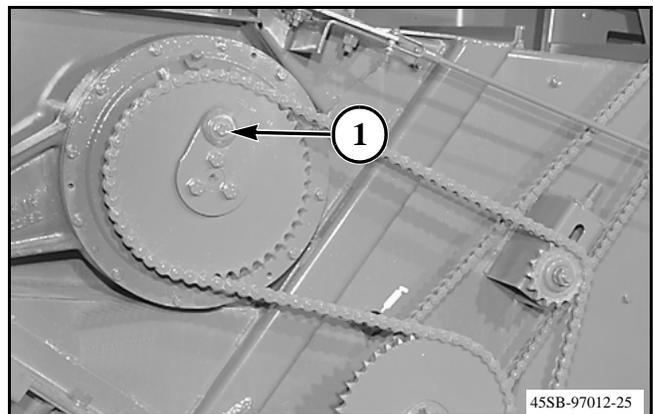

FIG. 30
FIG. 30: El perno de corte de la transmisión de la máquina de relleno y el recolector (1) impulsa los dedos de la máquina de relleno y el equipo recolector. La rueda dentada y el centro de conexión tienen manguitos templados que proporcionan superficies que se cortarán y no se dañarán cuando el perno de corte se rompa. Instale el perno de corte nuevo con la tuerca de bloqueo superior desde el exterior con la tuerca en el interior. La rueda dentada tiene un casquillo de bronce lleno de aceite para evitar daños en la superficie provocados por la fricción entre la rueda dentada y el centro.